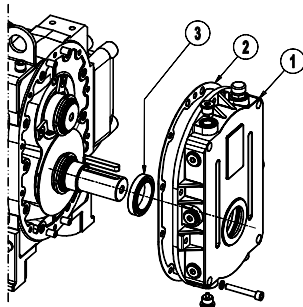

Рис. 6.2
- Смотри Рис. 6.2.
- Выкрутите заглушку из отверстия для слива масла (SO) и опорожните передний бак.
- Замените уплотнительное кольцо (3). (Нанесите на кромку уплотнения консистентную смазку 220°C NLGI 2, устойчивую к воздействию высоких температур).
- Замените прокладку (2) и верните переднюю крышку на место. Не повредите уплотнительную кромку и не переверните ее при переустановке.
- Долейте масло до соответствующего уровня, проверив через смотровое отверстие для уровня масла (L). Прочтите раздел 4.4 "Монтаж насоса".